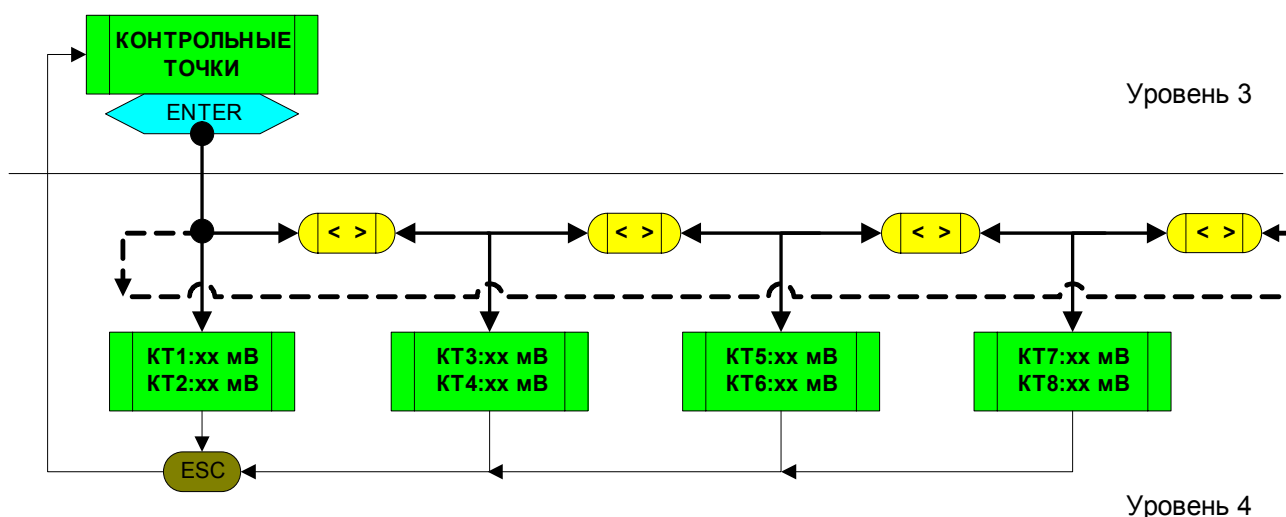

Рис. 3.3. Структурная схема раздела «КОНТРОЛЬНЫЕ ТОЧКИ» системного меню ПУ
На рис. 3.3. изображена структурная схема раздела **«КОНТРОЛЬНЫЕ ТОЧКИ»**, включающая 3 и 4-й уровни системного меню.
- 3.2.3.3. При минимальной чувствительности (коэффициенте усиления в тракте обработки) оценить уровень сигналов в различных контрольных точках платы БЭ. Для этого с помощью клавиш «ESC» и «←» из раздела «ТЕСТ» перейти в раздел «**КОНТРОЛЬНЫЕ ТОЧКИ**» (рис. 3.3.). Нажав «ENTER», перейти в подраздел «**КТ1, КТ2**», далее с помощью клавиш «→» или «←» наблюдать за другими подразделами («**КТ3**»...«**КТ8**»). На ЖК-индикаторе в течение 1...2 минут наблюдать сменяющиеся с каждым измерительным циклом (3 с) показания максимальных (по модулю) значений сигналов за это время, выраженные в мВ. Если БЭ функционирует в нормальном (штатном) режиме, то эти значения не должны выходить за пределы измерений, представленные в табл. 3.1.
2. Частота механического отклика СЗ на ветровую помеху незначительно, но все же зависит от скорости ветра и направления. Поэтому при измерении и дальнейшем усреднении результатов рекомендуется выбирать наиболее сильные порывы ветра и направление, перпендикулярное линии распространения СЗ. Такие порывы приводят к возникновению наибольших помеховых сигналов, которые можно контролировать в подразделе **«КТ5»** раздела **«КОНТРОЛЬНЫЕ ТОЧКИ»** (рис. 3.3.).